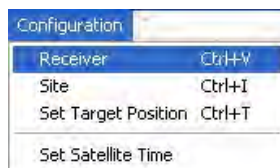

Рисунок 22. Configuration->Receiver
3. Нажмите *Configuration* ▶ *Receiver* (Рис. 22).